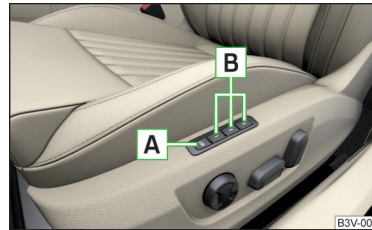

Abb. 71 Speichertasten und die SET-Taste
Jeder der drei Speichertasten **B** » Abb. 71 kann jeweils eine Einstellposition zugeordnet werden.
- › Die **SET**-Taste (Position **A** » Abb. 71) drücken.
- › Die gewünschte Speichertaste **B** » Abb. 71 drücken.
- › Eine beliebige Speichertaste **B** » Abb. 71 auf Seite 84 drücken und gedrückt halten.
- Die **SET**-Taste (Position **A**) » Abb. 71 auf Seite 84) drücken und gedrückt halten.